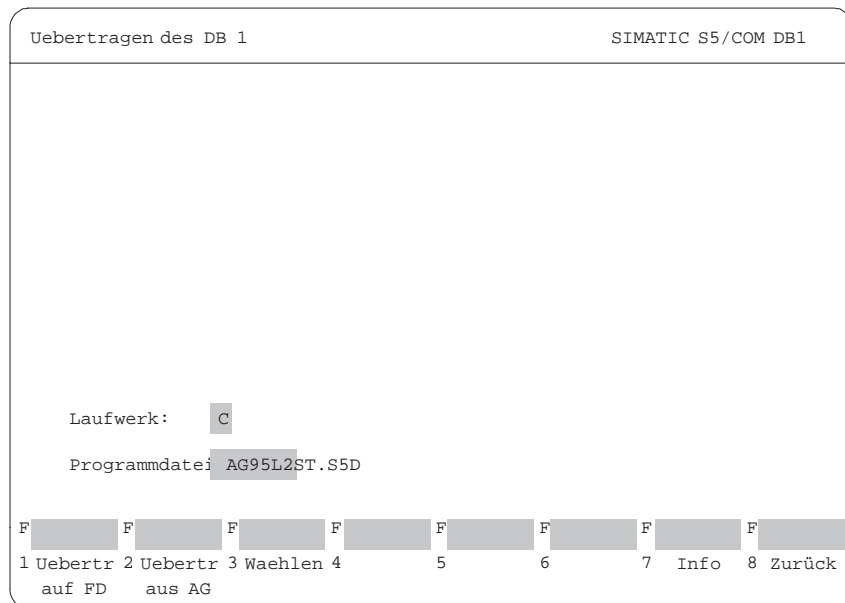

Bild 23-19 COM DB1-Maske *Übertragen des DB1*; "Uebertr auf FD" anwählen
1. Drücken Sie in der Maske *Uebersichtstabelle* (→ *Bild 23-19*) Taste **F3 DB1 Uebertr.** Es erscheint die Maske "Uebertragen des DB1".
2. Tragen Sie die STEP 5-Programmdatei und das Laufwerk ein (→ *Bild 23-19*).